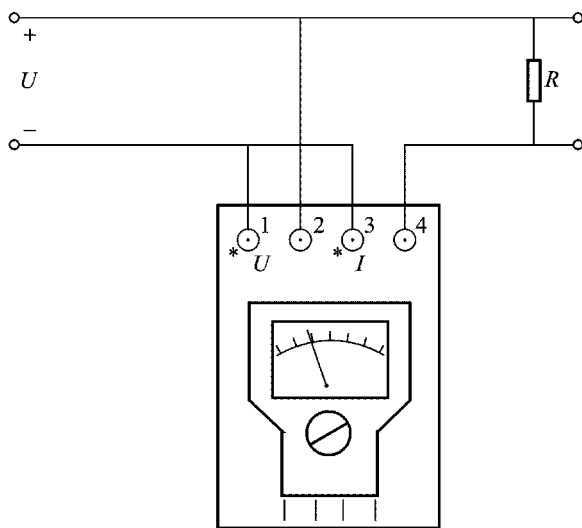

图 1-8 功率表测功率
2. 电功率是利用功率表进行测量的,其测量线路如图 1-8 所示。